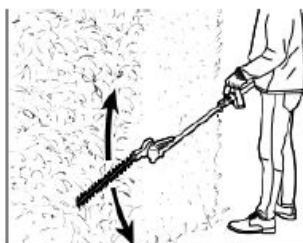

Fig 10
- Avancez lentement de manière contrôlée (Fig. 10).